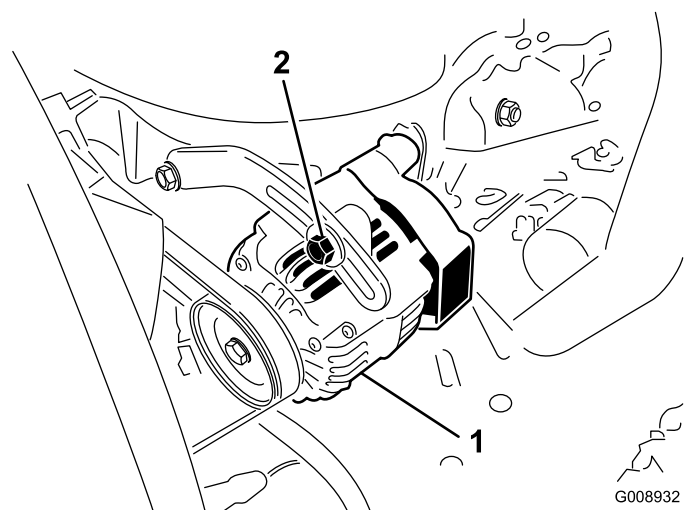

Bild 116
Prüfen Sie den Zustand und die Spannung der Treibriemen (Bild 116) alle 100 Betriebsstunden.
3. Lockern Sie bei einer Durchbiegung von mehr oder weniger als 10 mm die Befestigungsschrauben der Lichtmaschine (Bild 116).